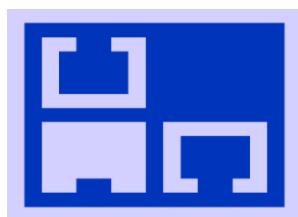

Figura 24 - Status de indicação das Portas Ethernet
8. O estado do link de cada uma das 4 portas Ethernet (no painel traseiro do equipamento), indica se o link está "up" (conectado) ou "down" (vazio). A figura 24 indica que a GbE1 está com link ativo, GbE2 e GbE3 estão desconectadas e GbE4 está desabilitada.